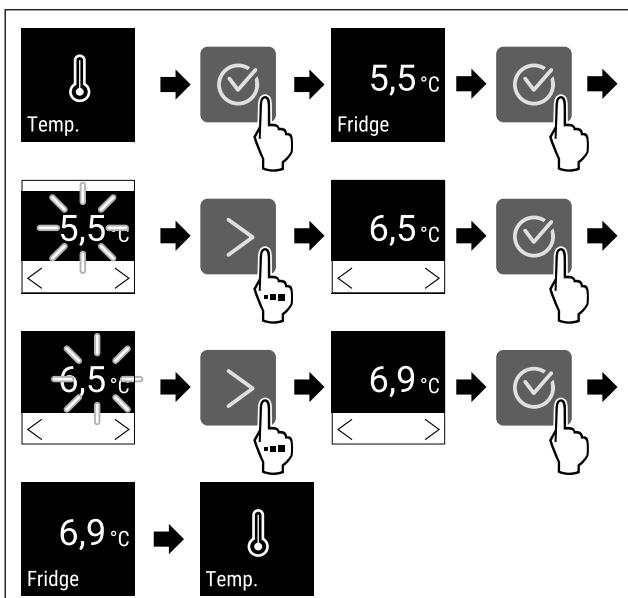

Fig. 69 Зміна температури від 5,5 °C до 6,9 °C
- Провести етапи операцій (див. Fig. 69).